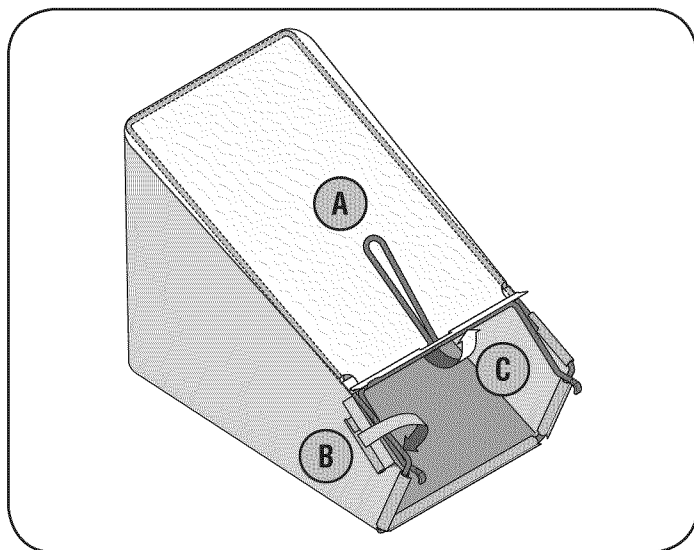

Figura 5
- b. Deslice el canal de plástico sobre los ganchos del marco. Vea la Figura 5. Todos los canales excepto la parte superior central de la bolsa se acoplan desde el exterior.